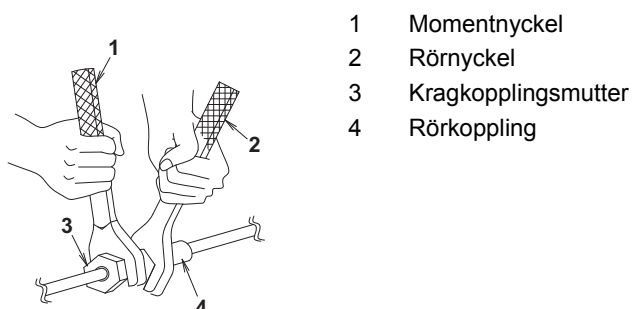

Bild 7
- När du ansluter rör till enheten ska du använda en skruvnyckel och en momentnyckel enligt **bild 7**.